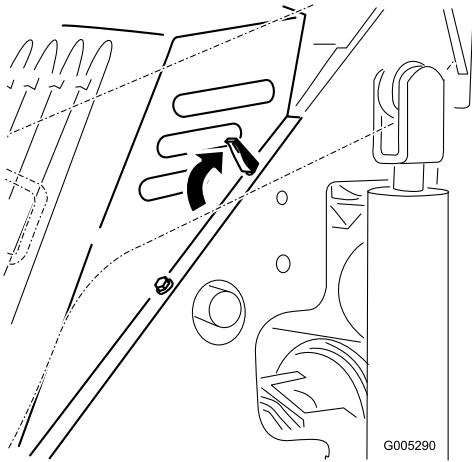

Figura 17
4. Abra las 4 pestañas de cierre (Figura 17).
1. Coloque el capó encima del bastidor de la máquina, colocando los pernos del capó en los taladros del bastidor (Figura 17).
2. Fije el capó empujando las pestañas de bloqueo hacia adelante y hacia abajo (Figura 17).